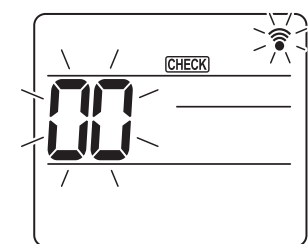
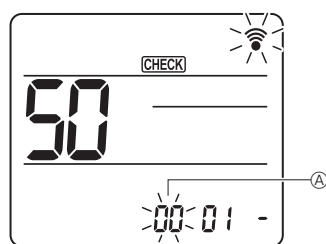
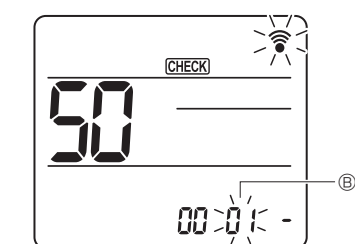
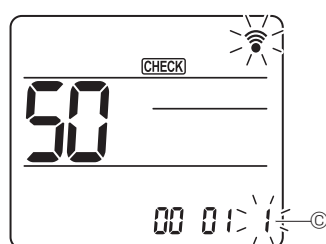

Fig. 7-16
Fig. 7-17
Fig. 7-18
Fig. 7-19
#### 7.4.2. Através do controlo remoto sem fios (Fig. 7-16, Fig. 7-17, Fig. 7-18, Fig. 7-19)
Prima o botão [MENU] durante cerca de 5 segundos. (Inicie esta operação a partir do estado de desligado do visor do controlo remoto.) [CHECK] (VERIFICAR) acende e "00" pisca. (Fig. 7-16)
② Definir o número da unidade
Prima o botão [1] para definir o número da unidade ①. (Fig. 7-17)
③ Selecione um modo
Prima o botão [5] para definir o número do modo ②. (Fig. 7-18)
④ Selecionar o número de definição
Utilize o botão [1] para alterar o número de definição ③. (Fig. 7-19)